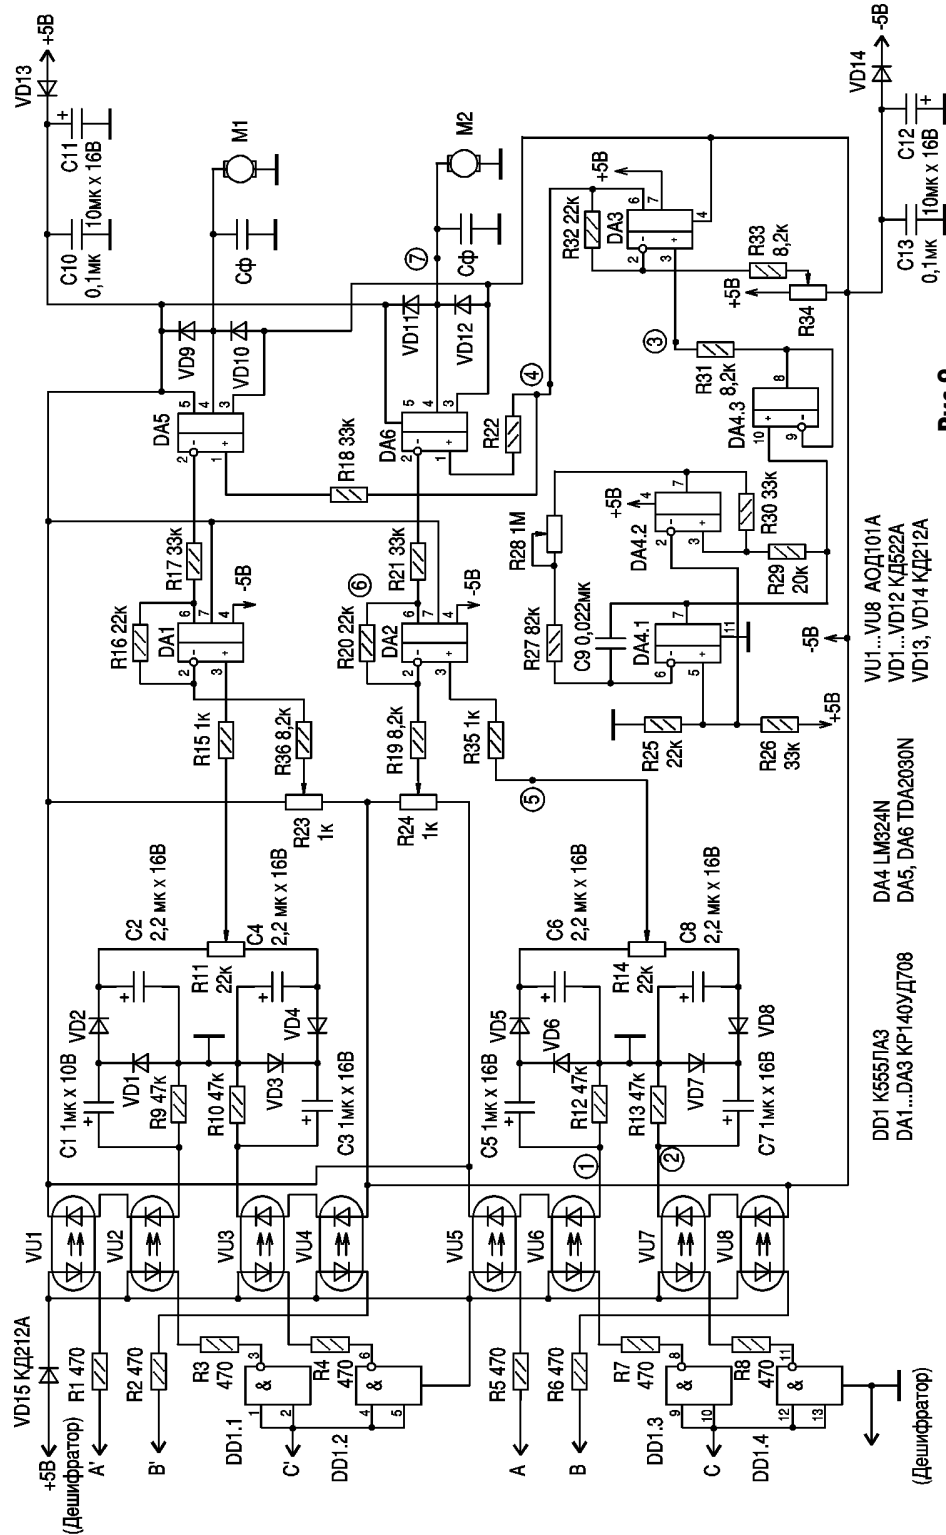

Рис.9
Исполнительное устройство (рис.9) состоит из двух каналов. Оно собрано на одной цифровой ИС DD1 и шести аналоговых ИС DA1 - DA6. На элементах DD1.1 - DD1.4 собраны инверторы для распределения КИ1 и КИ2. Схема исполнительного устройства гальванически разделена от схемы дешифратора оптронами VU1-VU8. Питание - двухполярное ±5 В. Ток потребления зависит от используемых двигателей и в нашем случае составляет 100 мА. На микросхемах DA1 - DA3 выполнены усилители постоянного напряжения со смещением выходного сигнала относительно нуля. На микросхеме DA4 выполнен генератор треугольных импульсов [7], компараторы DA5 и DA6 представляют собой усилители мощности, к выходу которых подключены электродвигатели исполнительного устройства модели.
подключены таким образом, что при поступлении отрицательного КИ1 на резисторе R12 выделяется положительный КИ1. При поступлении положительного КИ1 на резисторе R13 выделяется отрицательный КИ. Таким образом, получаем положительные и отрицательные КИ (точки 1 и 2 на рис.9). Через конденсаторы C5 и C7 КИ разной полярности поступают на выпрямители VD5 - VD8, сглаживаются конденсаторами
**Наладку** схемы проводят с помощью осциллографа, частотомера и настроенных шифратора и дешифратора. После проверки правильности монтажа движки всех подстроечных резисторов схемы устанавливают в среднее положение, соединяют схему дешифратора и исполнительного устройства, подключают питание. Двигатели на время наладки заменяют постоянными резисторами МЛТ-1 100-200 Ом. После включения питания в точке 3 схемы (рис.9) контролируют наличие треугольного сигнала осциллографом. Подключив частотомер к точке 3, устанавливают частоту треугольных импульсов примерно 170-180 Гц резистором R28. Подключают
тором R24 (рис.9) устанавливают уровень выходного напряжения, равным 0. В подстройке также участвует резистор R14. После этого контролируют в точке 7 схемы изменение длительности импульсов и их полярности при изменении сопротивления резистора R6 шифратора. Аналогично настраивают второй канал. Подключив электродвигатели, проверяют работу схемы в целом. Источник питания ±5 В должен обеспечивать выходной ток 150-200 мА обоих плеч, в случае меньшего тока стабилизации может быть перекос напряжения, так как плечо +5 В потребляет ток на 10-15% больше, чем -5 В (+4,8, -5,2 В). При несоблюдении этого условия придется еще раз произвести наладку схем при подключенных двигателях.